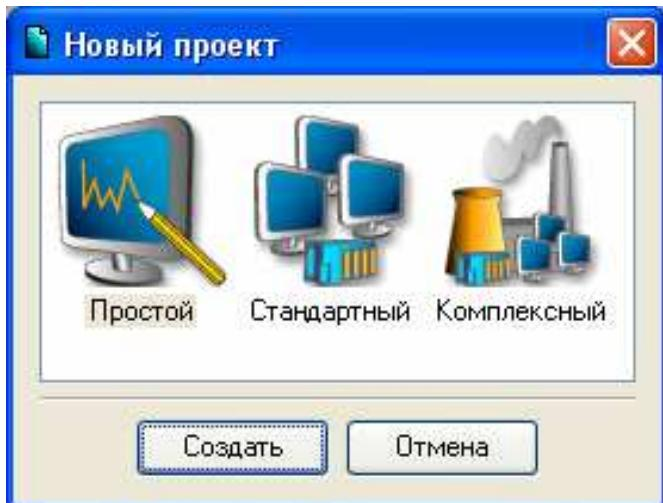

Рис. 2.3
2.4.1. Завантажити інструментальну систему подвійним натисненням лівої клавіші (ЛК) миші по іконі  робочого столу Windows і за допомогою ікони  інструментальній панелі створимо новий проект. При цьому в діалозі, що відкрився на екрані, виберемо стиль розробки **Простий** (рис. 2.3).